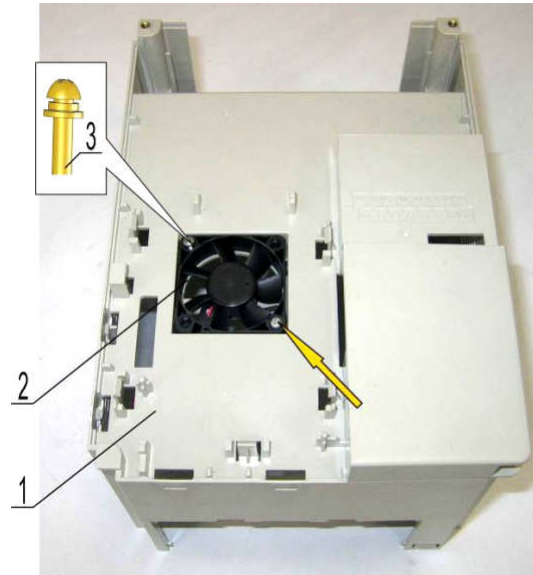

Рисунок 6.10
6.6.1 Положить корпус ПЧ на рабочий стол, выкрутить два винта 3, снять вентилятор 2 (рисунок 6.10). Положить корпус, вентилятор и винты в тару.